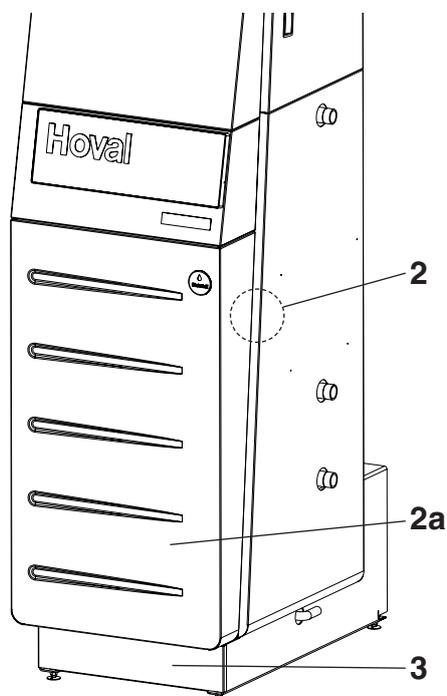

Fig. 16
2. Rimuovere la calotta frontale (2a, fig. 16). Allentare i bulloni di sicurezza laterali (2) (circa ¼ di rotazione a sinistra ed estrarre fino ad arresto). Sollevare verso l'alto la calotta mantenendola dritta e sfilarla in avanti.
3. Rimuovere la lamiera dello zoccolo (3, fig. 16). Sollevare verso l'alto la lamiera dello zoccolo mantenendola dritta e rimuoverla.
11. Montare la calotta frontale (2a) e la lamiera dello zoccolo (3, fig. 16).